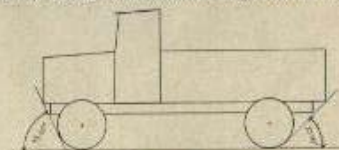

Bild 67.
- o) Geringer Überhang vorn und hinten (Geländewinkel), Bild 67, nur beim Durchfahren von Gräben ein Ausfließen des Aufbaues zu verhindern.
Die Winkel in Bild 67 sollen demnach möglichst groß sein, sie finden aber ihre Begrenzung durch andere technische Forderungen, die einer zu großen Geländewinkel nicht zulassen.